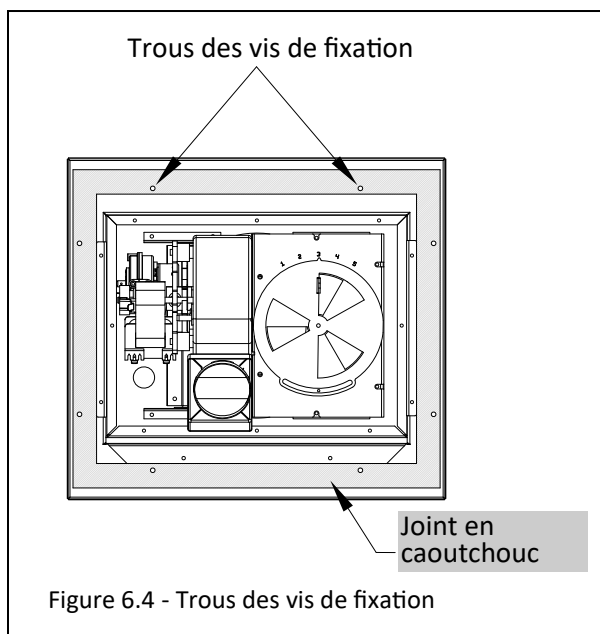

Figure 6.4 - Trous des vis de fixation
6. Installez le boîtier du KPV dans l'ouverture encadrée si votre matériau de finition a 1 po (25 mm) ou moins d'épaisseur. Vissez-le à l'ouverture encadrée par les (8) trous de vis montrés à la Figure 6.4. Installez le Power Vent au kit d'extension de finition avec les (8) vis filetées (fournies), si votre matériau de finition est plus épais que 1 po (25 mm). Parmi les (8) trous de vis, il y en a deux de chaque côté du joint en caoutchouc.